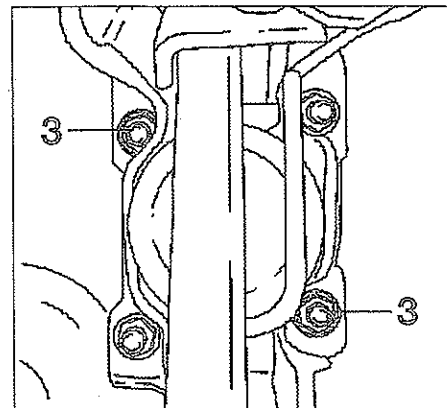

FIG. 21
- los dos tornillos de fijación (3) del servofreno en el salpicadero (fig. 21).